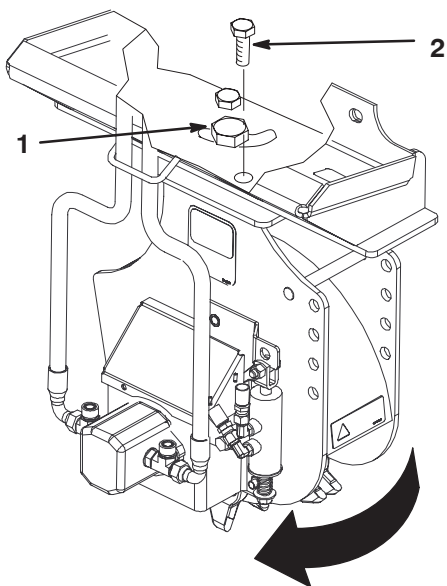

Figure 8
3. Desserrez le grand boulon en haut de la broyeuse (Fig. 8).
4. Retirez le boulon avant et l'écrou de fixation de la broyeuse (Fig. 8).
5. Faites pivoter la broyeuse de 30 degrés dans le sens horaire (Fig. 8).
6. Serrez le grand écrou en haut de la broyeuse à 406 Nm (Fig. 8).
7. Placez le boulon et l'écrou dans le trou avant et serrez-les à 101 Nm (Fig. 8).
12. Desserrez le grand boulon en haut de la broyeuse (Fig. 8).
13. Retirez le boulon avant et l'écrou de fixation de la broyeuse (Fig. 8).
14. Faites pivoter la broyeuse de 30 degrés dans le sens anti-horaire (Fig. 8).
15. Serrez le grand écrou en haut de la broyeuse à 406 Nm (Fig. 8).
16. Placez le boulon et l'écrou dans le trou avant et serrez-les à 101 Nm (Fig. 8).